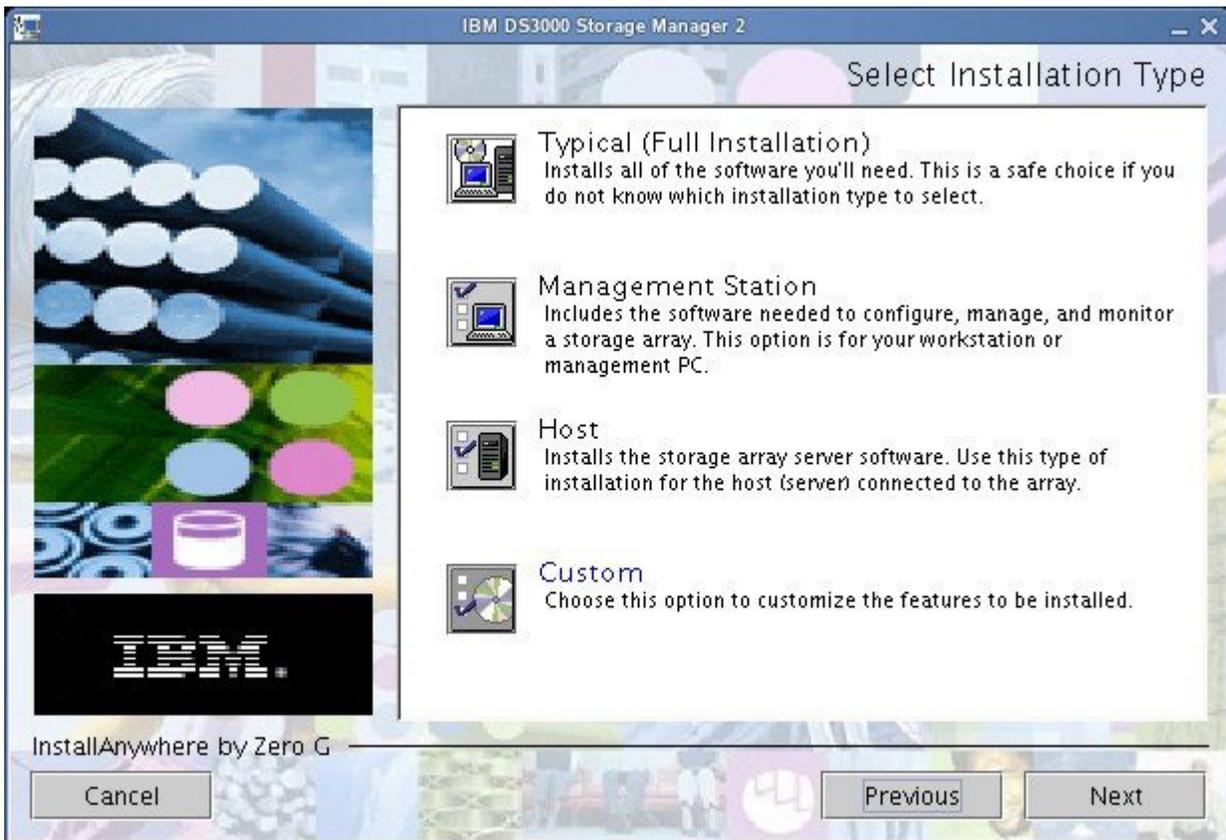

Figure 9. Fenêtre Select Installation Type
5. Suivez les instructions de chaque fenêtre de l'assistant. Lorsque vous sélectionnez le type d'installation, vous pouvez choisir l'une des options suivantes (voir figure 9, à la page 48) :